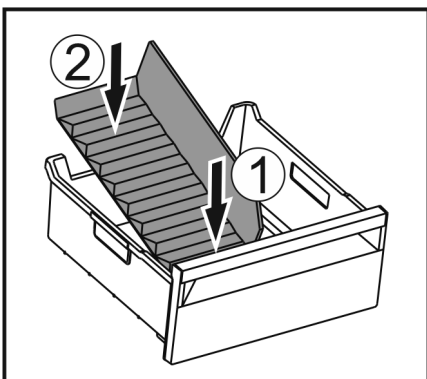

Fig. 174
- Aseta jäälaatikon jakajan etuosa paikalleen. Fig. 174 (1)
- Laske jäälaatikon jakajan takaosa vetolaatikon pohjalle saakka. Fig. 174 (2)